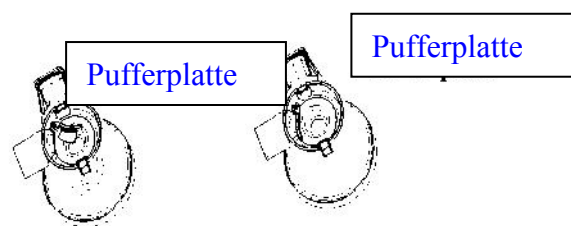

Abb. 2
1. Gefäß nach unten setzen und um sicherzustellen, dass der Rückstand Auslass gut positioniert ist. Das Gefäß muss gut in ordnungsgemäß montiert werden, sonst funktioniert das Gerät nicht. Außerdem, vor dem Betrieb, bitte die Pufferplatte überprüfen und um sicherzustellen, dass sie gut in den Rückstand Auslass montiert werden muss (siehe Abb. 2).